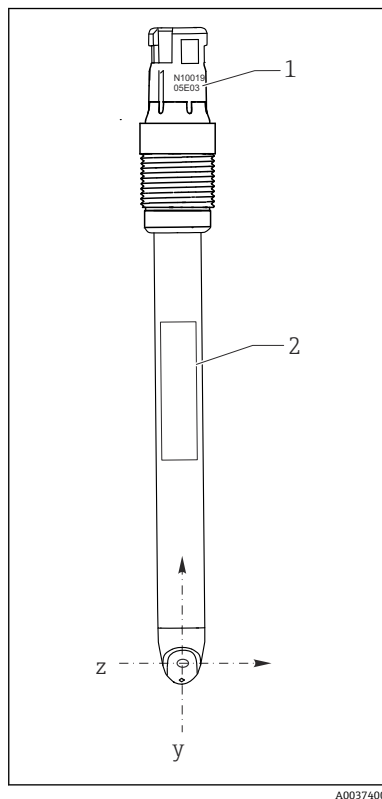
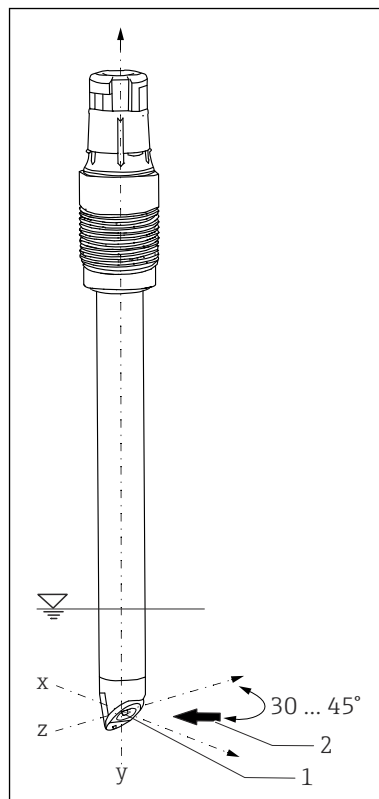

図 6 センサ方向、正面図
図 7 センサ方向、3D ビュー
2. ISFET チップを、流れ方向に対して約 30～45° の角度になるように配置します (項目 2) → 図 7, 表 7。このために、回転センサヘッドを使用してください。
センサをホルダに取り付ける場合、センサの位置合わせのために、プラグインヘッドに刻印されているシリアル番号をガイドとして使用できます → 図 6, 図 7。刻印は常に ISFET チップおよび銘板と同じ面にあります (z-y 方向)。
B 許可。基本条件に注意 → 図 7